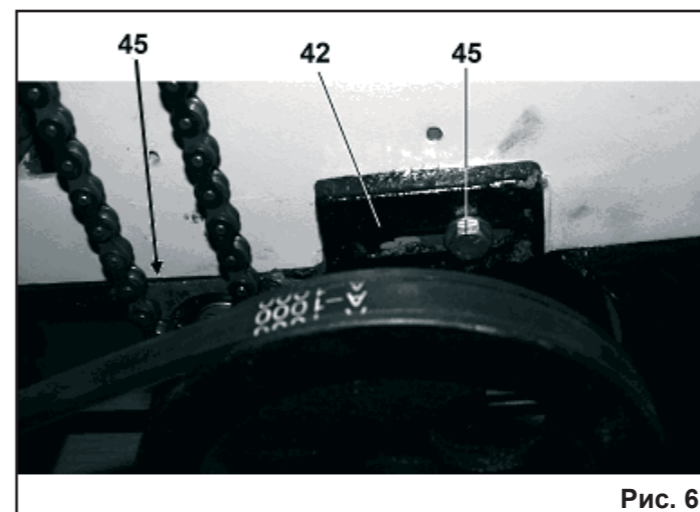

Рис. 6
8.2.1. Как показано на Рис.6, установите, и предварительно закрепите двумя установочными болтами (45) редуктор (42). Выведите из зацепления шестерню (44), для чего переместите ручку (41) по направлению к ближайшей боковой панели станка, положение зафиксируйте